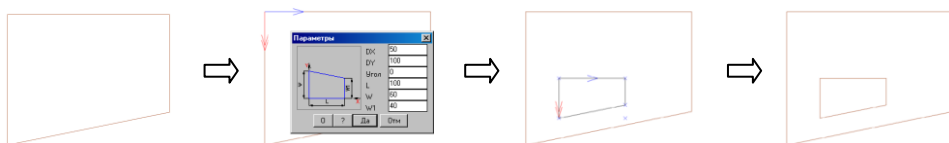

Рис. 5.10. Операция “Окно”, пример 1.
- 4) Ввести в открывшемся диалоговом окне параметры выреза и параметры смещения выреза относительно базовой точки операции (рис.5.10). Задавая параметры, следите за направлением осей СК операции.